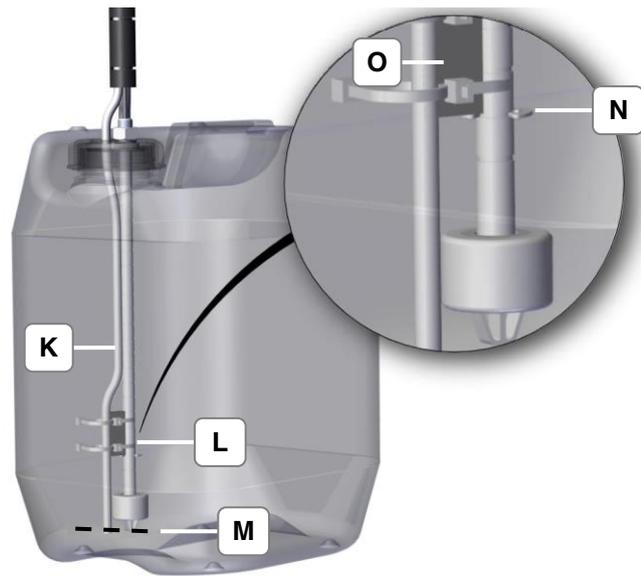

Bild 4.5.5: Schlauch und Kabel
<p>Betrieb mit Kanister</p> <ul style="list-style-type: none"> <li>• Eine einwandfreie Funktion des Betriebs mit Kanister ist gewährleistet, wenn der Schlauch (K) und das Kabel (L) auf gleiches Niveau (M) eingestellt sind (Bild 4.5.5).</li> </ul>